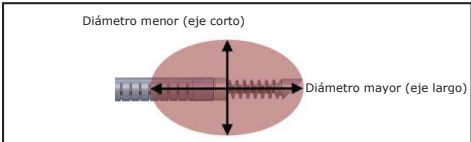

Figura 3: Zona de ablación y sus dimensiones
14. Ajuste el nivel de energía del generador de RF MetaSTAR al nivel deseado para crear una distribución térmica para el diámetro mayor y menor (ver la Figura 3).